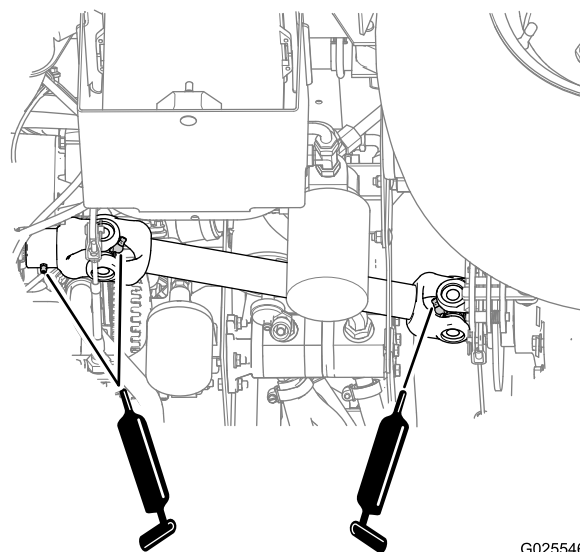

图39
- 驱动轴万向节2 个请参阅图39
- 滑动靴1 个请参阅图39